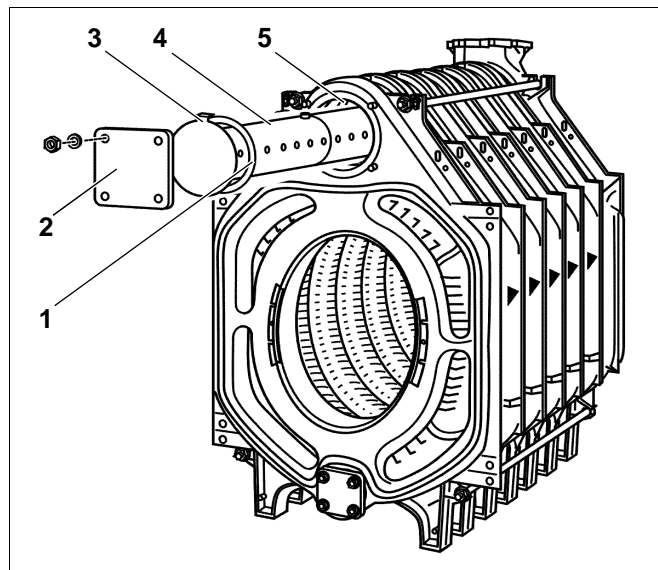

Fig. 21 Montaggio del tubo d'alimentazione
Il tubo d'alimentazione (fig. 21, **pos. 4**) è in 2-parti, per le caldaie da 10–12 elementi.
- Infilare la guarnizione piatta sul tubo d'alimentazione (fig. 21, **pos. 1**).
- Otturare con la flangia cieca (fig. 21, **pos. 2**).
La camma (fig. 21, **pos. 3**) alla piastra di chiusura del tubo d'alimentazione, deve immettersi nell'incavo del mozzo superiore della caldaia (fig. 21, **pos. 5**). Questo fissa il tubo d'alimentazione in maniera tale, che le aperture di deflusso dello stesso vengono a trovarsi nella giusta angolazione; garantendo così un'ottimale distribuzione dell'acqua nel settore del mozzo superiore della caldaia.